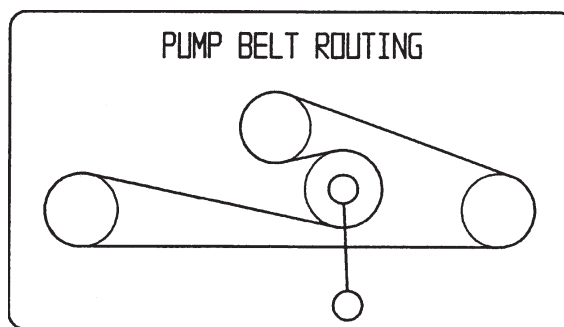

Figure 59
1. Abaissez la poulie de tension rappelée par ressort et enlevez la courroie des poulies du moteur et de la pompe hydraulique (Fig. 59). Retirez la courroie entre les poulies.
2. Installez la courroie neuve sur les poulies du moteur et de la pompe hydraulique (Fig. 59).
3. Abaissez la poulie de tension rappelée par ressort et alignez-la sous la courroie de transmission, puis relâchez-la (Fig. 59).